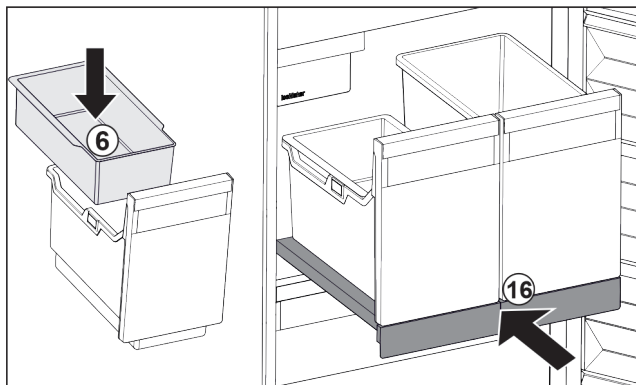

Fig. 124
- Vsaďte závěsnou misku Fig. 124 (6) pro kostky ledu.
- Zasuňte vysouvací přihrádku s nádobou (IceTower). Fig. 124 (16)